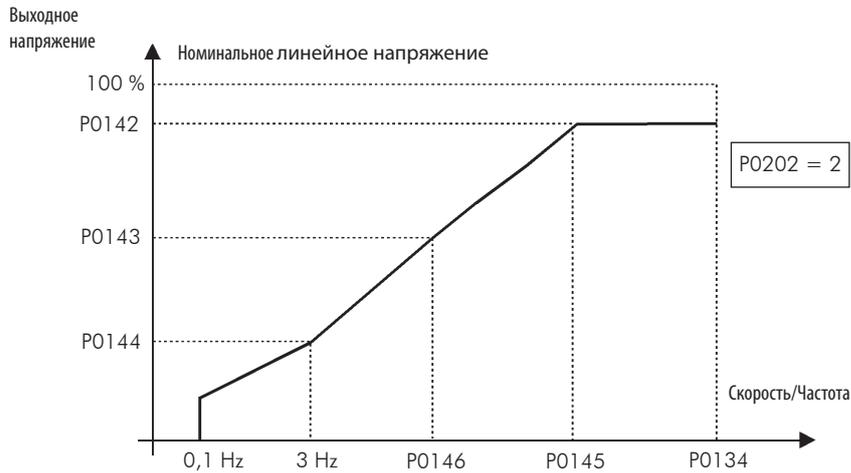

Рис. 9.8 - Кривая V/f в зависимости от параметров P0142–P0146
- Работа: если ток двигателя превышает значение, указанное в P0135, во время разгона или замедления, скорость больше не будет повышаться (разгон) или понижаться (замедление). Когда ток двигателя достигает значения ниже P0135, двигатель снова начнет разгон или замедление. См. рис. 9-8 (a).